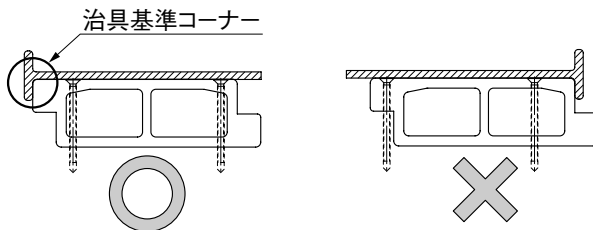

図4-4 固定ネジ治具使用例
- 内面床板に固定ネジ治具で下孔位置を加工する際、治具の当て方に注意してください。基準方向を間違えるとネジが補強部分から外れます。(図4-4参照)
① 内面デッキを施工後、床部見切り材を取付けてください。